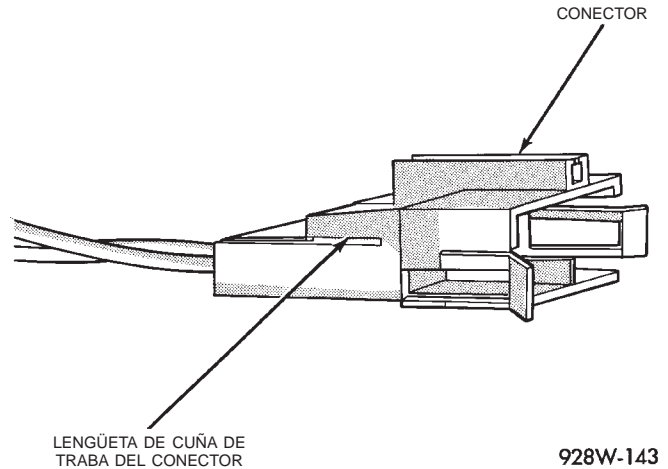

Fig. 17 Cuña de traba del conector
- (1) Desconecte la batería.
- (2) Desconecte el conector que debe repararse de su mitad y/o componente complementario.
- (3) Retire la cuña de traba del conector, si fuese necesario (Fig. 17).